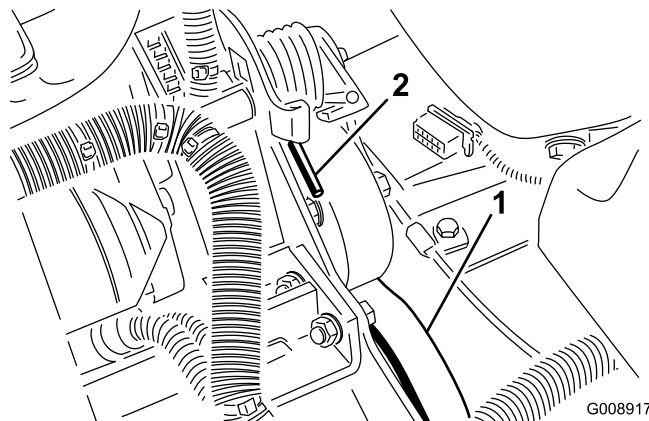

Figure 60
2. Appuyez sur l'extrémité du ressort (Figure 60) et poussez-la vers l'avant pour décrocher le ressort du support et le détendre.